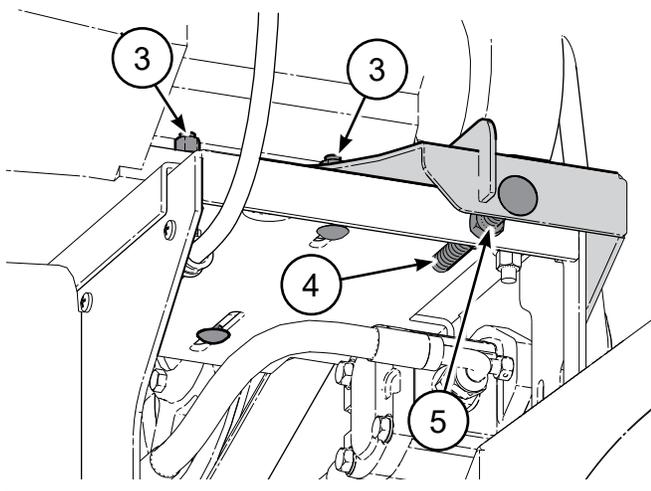

Fig. 52: Support du moteur
1. Tournez l'écrou de réglage de la tension de la courroie pour ajuster la tension de la courroie (voir le point 5, Fig. 52).